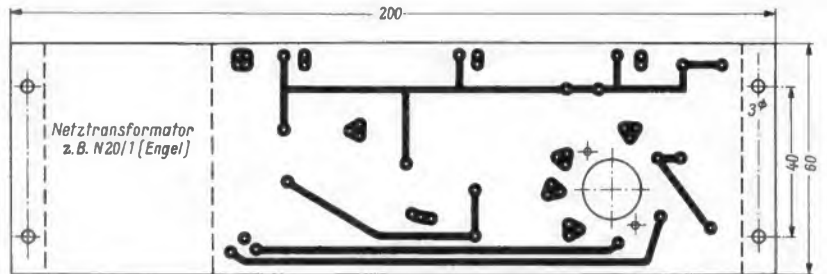
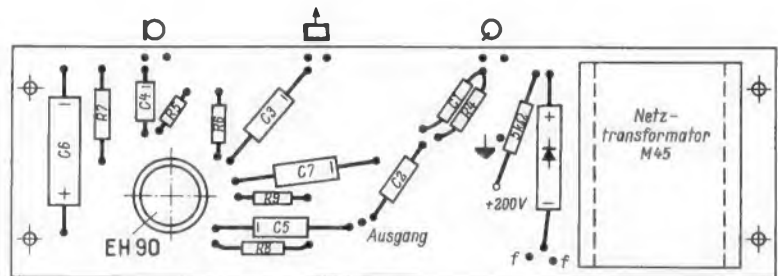

Bild 3. Druckzeichnung
Bild 4. Bestückungsplan
- Mechanische Einzelteile nach Bild 4 bis Bild 16 (siehe nächste Seite)
handene Geräte hergestellt werden. Dies ist möglich, weil der Aufbau nach Bild 3 in gedruckter Schaltung ausgeführt werden kann und daher kleine Abmessungen besitzt. Wie man einzelne solcher Leitungsplatten herstellt, wurde von Dr. A. Essmann in der FUNKSCHAU 1959, Heft 19, Seite 472, angegeben.
Nach dem Bestücken der Leitungsplatte nach Bild 4 sind die Schalterarbeiten im wesentlichen erledigt, und man braucht dann nur noch die abgeschirmten Verbindungen von den Anschlußbuchsen zu den Potentiometern herzustellen. Da der Verstärker nur etwa 3 mA Anodenstrom benötigt, genügt ein sehr kleines Netzteil. Der entsprechende Platz dafür ist ebenfalls auf der Leitungsplatte vorgesehen (siehe Bild 3 und 4).